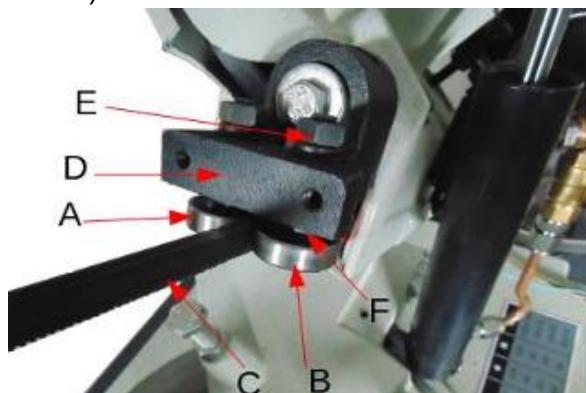

Рис. 10
2. Подшипники, направляющие полотно, (A и B на рис. 10) следует отрегулировать так, чтобы они почти касались боковых сторон полотна (C) после соответствующей регулировки его пути и опорных подшипников. Чтобы выполнить регулировку, следует выполнить инструкции ниже.
3. Снимите крышку, прикрепленную к передней стороне кронштейна правой направляющей (D на рис. 10).
4. Внутренний направляющий подшипник (A на рис. 10), закреплён на неподвижном валу и не регулируется. Внешний направляющий подшипник (B) находится на эксцентричном валу и должен был отрегулирован так, чтобы боковые стороны полотна (C) почти касались направляющих подшипников (A) и (B). Для регулировки следует открутить гайку (E) и повернуть регулировочную гайку (F) таким образом, чтобы настройка была подходящей. Затем затянуть гайку Е.